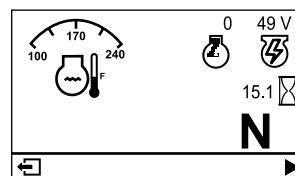

Figura 18
- **Schermata delle informazioni principali** (Figura 18): mostra le informazioni correnti sulla macchina mentre la chiave è in posizione di ACCENSIONE.